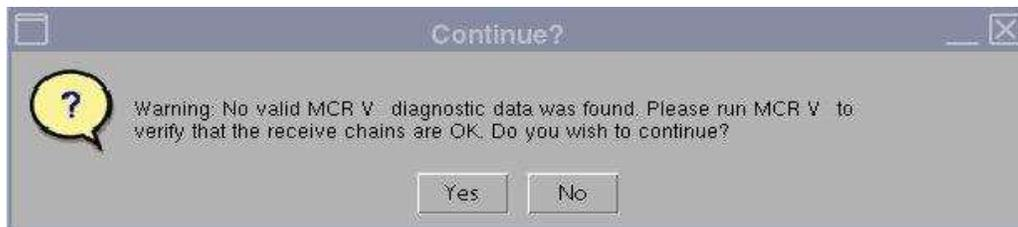

Рис. 2
*Примечание.* При появлении предупреждения «No valid MCR-V (or MCR2/3)» (Не обнаружен необходимый MCR-V (или MCR2/3)) (Рис. 2) выберите [Yes] (Да) и продолжите выполнение теста. Диагностика MCR-V должна проводиться перед передачей системы заказчику.